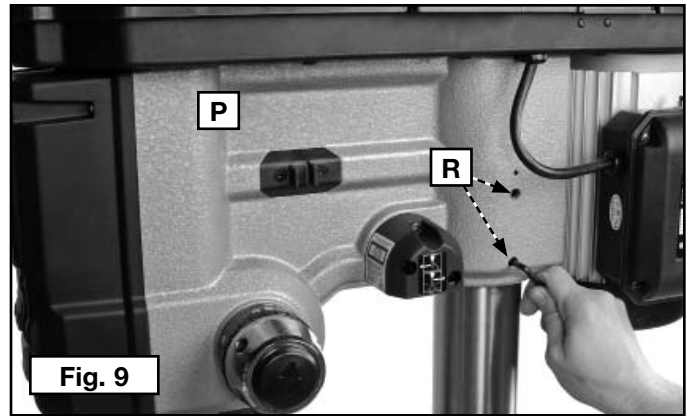

Fig. 9
1. Coloque el cabezal de la prensa de taladro (P) Fig. 9 en la columna, insertándolo lo más posible.
3. Ajuste los dos tornillos de fijación del cabezal (R) Fig. 9 con la llave hexagonal de 5 mm incluida.